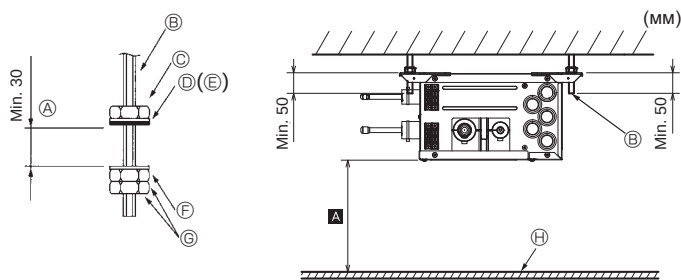

Fig. 6-1
- Наденьте подкладные шайбы (1, 2) и гайки (приобретаются на месте) на подвесные болты. (Fig. 6-1)